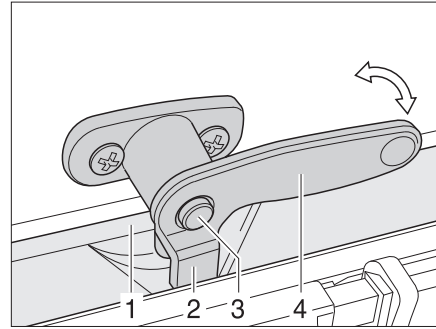

Fig. 60 Palanca de bloqueo con botón de seguridad en posición "cerrado"
- Caso disponible, presionar y mantener presionado el botón de seguridad (Fig. 60,3).